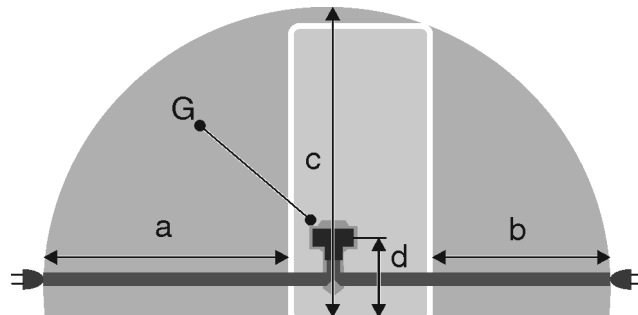

Fig. 30 \*
- Zásuvka není umístěna za přístrojem, nýbrž v oblastech a nebo b Fig. 30 (a, b, c).
- ▶ Zástrčku spotřebiče Fig. 30 (G) zastrčte na zadní straně spotřebiče. Dávejte pozor na správné zaklesnutí.